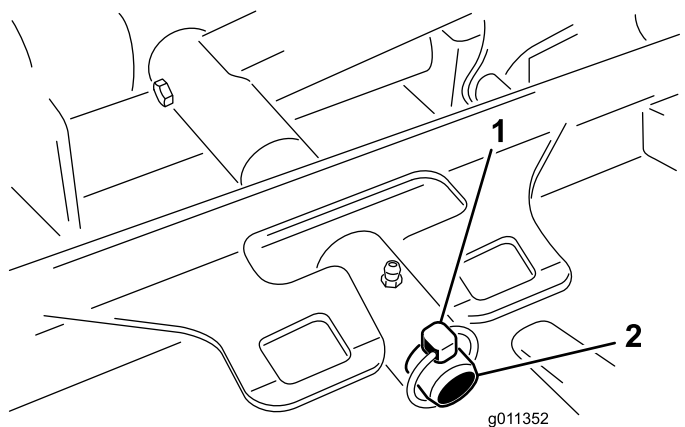

図 125
3. カッティングユニットのキャリアフレームを昇降アームのピボットピンに固定しているリンチピンランドマスター4500またはリテーナナットランドマスター 4700を外す 図 125。
2. カッティングユニットのキャリアフレームを昇降アームのピボットピンにセットする 図 125。カッティングユニットをピンに取り付けるリンチピングランドマスター 4500またはリテーナナットグランドマスター 4700を使用する。